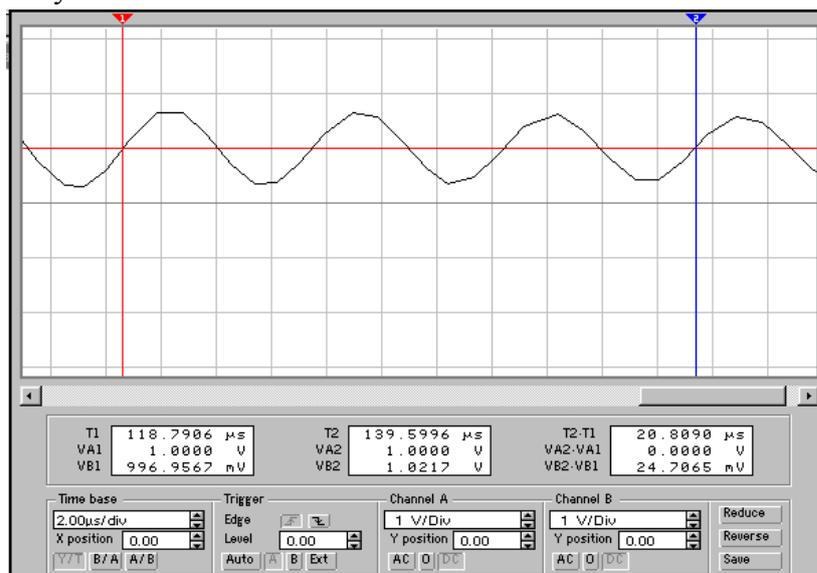

Рис. 15
3.7. Измерить частоту собственных колебаний. Для этого изменить длительность развертки так, чтобы на экране уместились 3 – 4 периода колебаний (см. рис. 15), например, 2.00 $\mu\text{s}/\text{div}$.
Перевести осциллограф в режим «Expand» - *большой экран* (рис. 15). Используя визирные линии красного и синего цвета произвести измерение интервала времени $N_{\text{пер}}$ периодов колебаний. В правом окне прочесть $(T_2 - T_1)$. По этому измерению можно вычислить частоту собственных колебаний